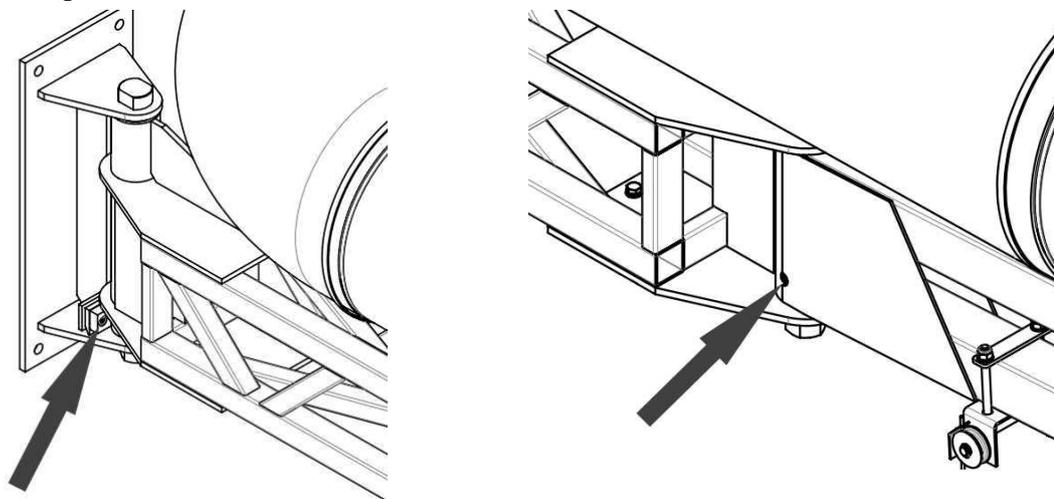

Рисунок 17 – Регулировка тормозных усилий
4.11.2 Регулировать тормозное усилие балки внутренней затягиванием винтов М8х20, поджимающими тормозную колодку к втулке балки. После регулировки балка не должна самопроизвольно поворачиваться вокруг оси (рисунок 17).